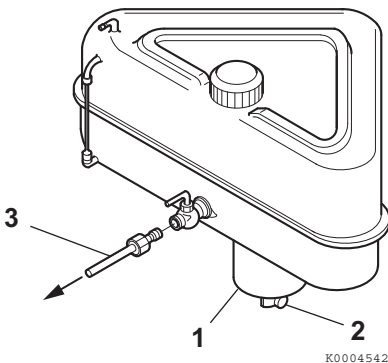

Abbildung 1
1. Eine Wanne unter den Ablasshahn stellen (**Abbildung 1, (2)**), um den Kraftstoff aufzufangen.